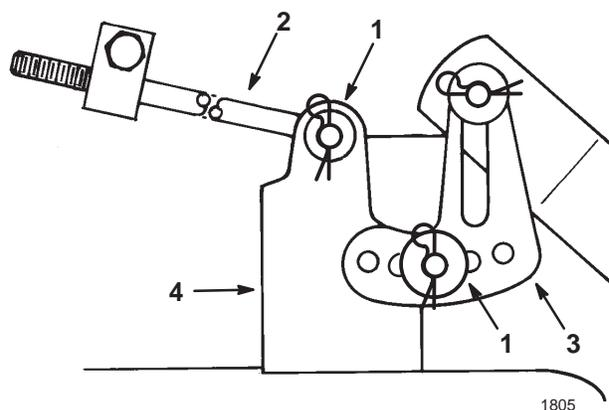

Figure 49
5. Enlevez la goupille fendue et la rondelle de l'une des pattes de mise à niveau (Fig. 49). Pour mettre les lames de niveau, fixez la patte de mise à niveau dans un autre trou à l'aide de la rondelle et de la goupille fendue (Fig. 49). Utilisez un trou plus en avant pour réduire la hauteur de ce côté, ou un trou plus en arrière pour l'augmenter. Répétez la procédure de l'autre côté de la tondeuse.